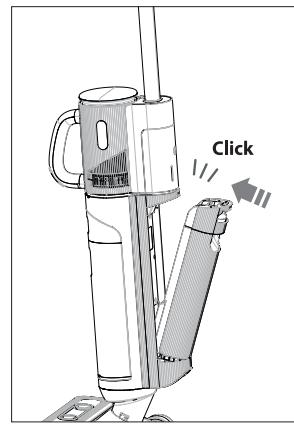

Fig. 8 – Insérer le réservoir d'eau
- ▶ Insérez le réservoir d'eau propre légèrement en biais dans l'évidement au dos de l'appareil et appuyez sur le réservoir d'eau propre jusqu'à ce qu'il s'enclenche de manière audible et soit bien fixé (**voir Fig. 8**).